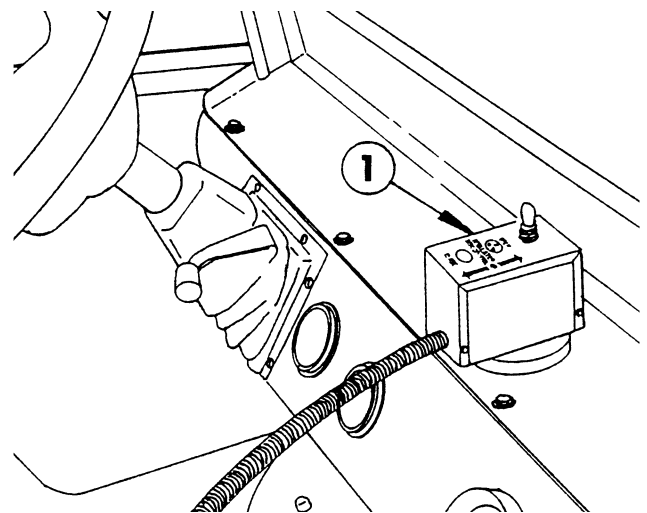

Figure 4
**COMMUTATEUR DE COMMANDE ELECTRIQUE:** Ouvre et ferme le disque du régulateur dans l'ouverture de la trémie, pour permettre ou arrêter le débit de matériau. Placer le commutateur à bascule en position "OPEN" (ouvert) ou "CLOSE" (fermé) indiquée par l'étiquette sur le boîtier de commande. Voir Fig. 4.